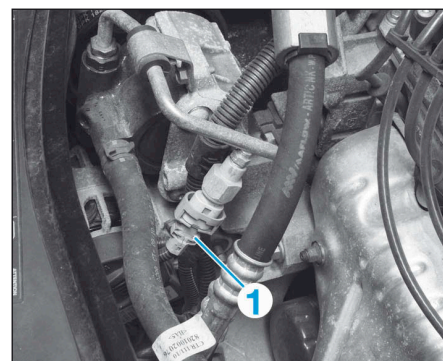

FIG.54
- Débrancher le connecteur (1) du pressostat du circuit de direction assistée (Fig.54).